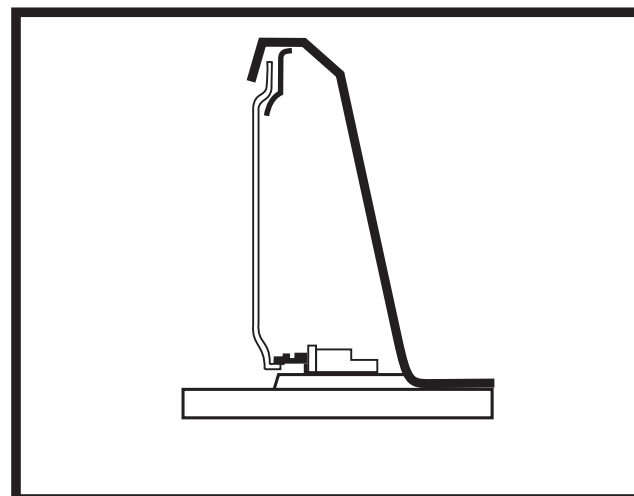

FIG. 7
e) Para instalar el lateral deberá introducir la aleta superior de este en el borde interior de la bañera, luego levante y calce los soportes dentados que se ubican en la parte inferior del lateral. (fig.7)